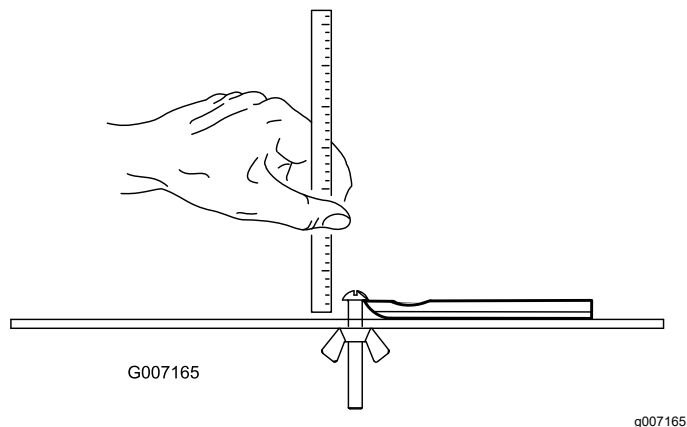

图 29
**注意** 请参看底刀底部了解所有底刀维修限值衡量参数图 29。